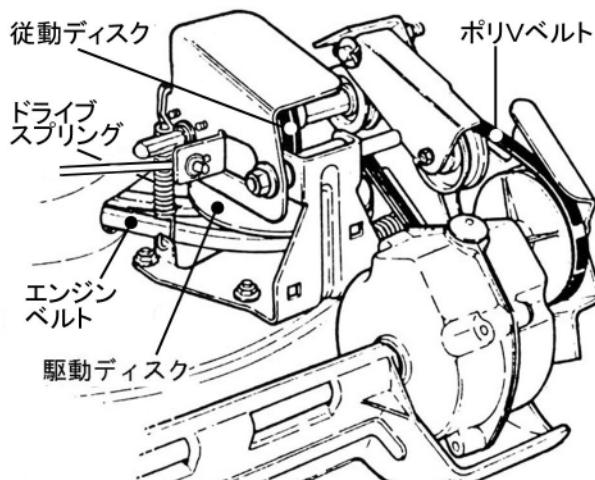

図 6-5
- 芝刈機がクラッチレバーを握っても走行しない場合は次のように点検してください。（図6-5）